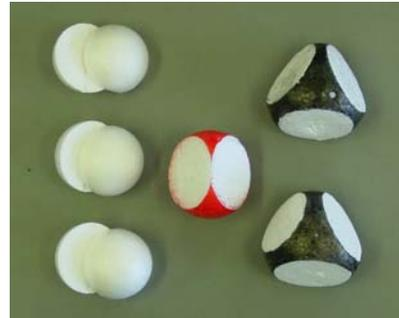

図6 発泡スチロール球の部品
(3) 発泡スチロール球に色を塗る
- ① 水性マジックで塗る。C原子は黒, O原子は赤, H原子は白。(白は塗らない)
- ② 爪楊枝をさして約5分立てておき, 乾燥させる。
- ③ H原子(白) 6個, C原子(黒) 2個, O原子(赤) 1個の部品ができる (図6)。